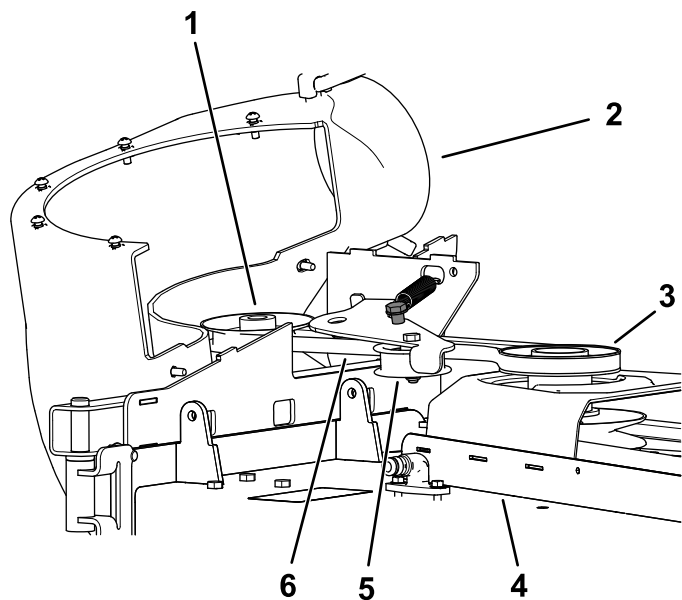

Figura 35
2. Povucite remenicu prenosnika sa oprugom unazad da bi se otpustila zategnutost kaiša (Figura 35).
6. Postavite novi kaiš oko remenica duvača (Figura 35).
8. Postavite novi kaiš oko remenice kućišta kosilice (Figura 35).
9. Povucite remenicu prenosnika sa oprugom unazad i postavite kaiš na remenicu prenosnika sa oprugom (Figura 35).